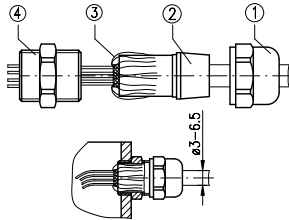

Abb. 2: Kabelanschluss PG7
- Die Kabel gemäß Abb. 2 vorbereiten